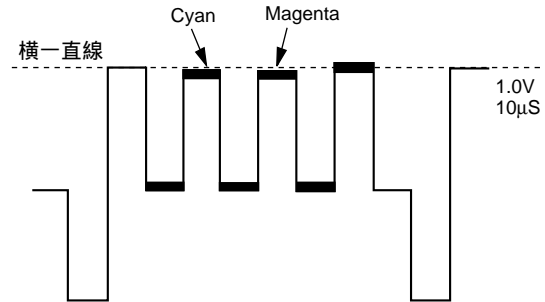

Fig. 3-3
2. Fig. 3-3を参考に、波形の先端部分が一直線に並ぶように治具リモコンの音量キーにて調整する。